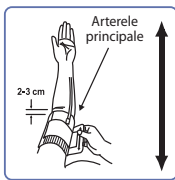

Fig. 3
3. Introduceți-vă brațul prin bucla manșonului. Partea de jos a manșonului ar trebui să fie cu aproximativ 2-3 cm deasupra cotului. Tubul ar trebui să fie situat deasupra arterei brahiale, pe partea interioară a brațului (Fig. 3).